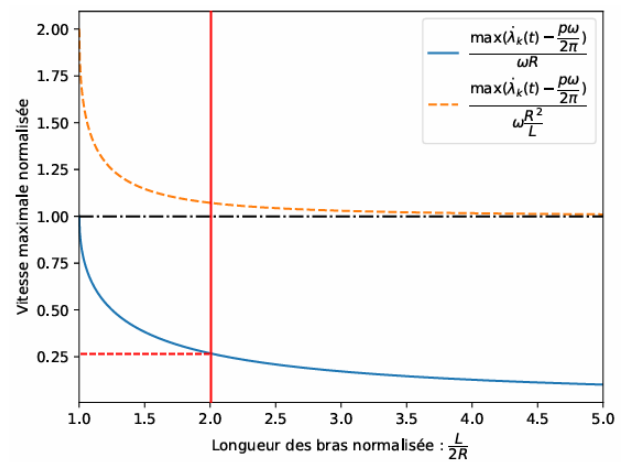

FIGURE 4 – Vitesse maximale des moteurs
99) Pour  $\dot{\theta} = \omega = 200 \text{ tr/min}$  constante  $\Rightarrow \ddot{\theta} = 0$  et  $\varphi = 90^\circ$  (lecture Figure 4)
$$\text{D'après la FIGURE 4, pour ce ratio, } \frac{\left(\dot{\lambda}_{\max} - \frac{p\omega_{\max}}{2\pi}\right)}{\omega_{\max}R} \approx 0.25 \Rightarrow \omega_{\max} = \frac{\dot{\lambda}_{\max}}{\left(\frac{p}{2\pi} + 0.25R\right)} \approx 1.8 \times 10^{-2} \text{ rad/s.}$$
D'après la FIGURE 4, on remarque que, plus le ratio  $\frac{L}{R}$  augmente, avec pour valeur minimale  $L = 2R$ , plus la vitesse d'impression  $\omega_{\max}$  diminue.